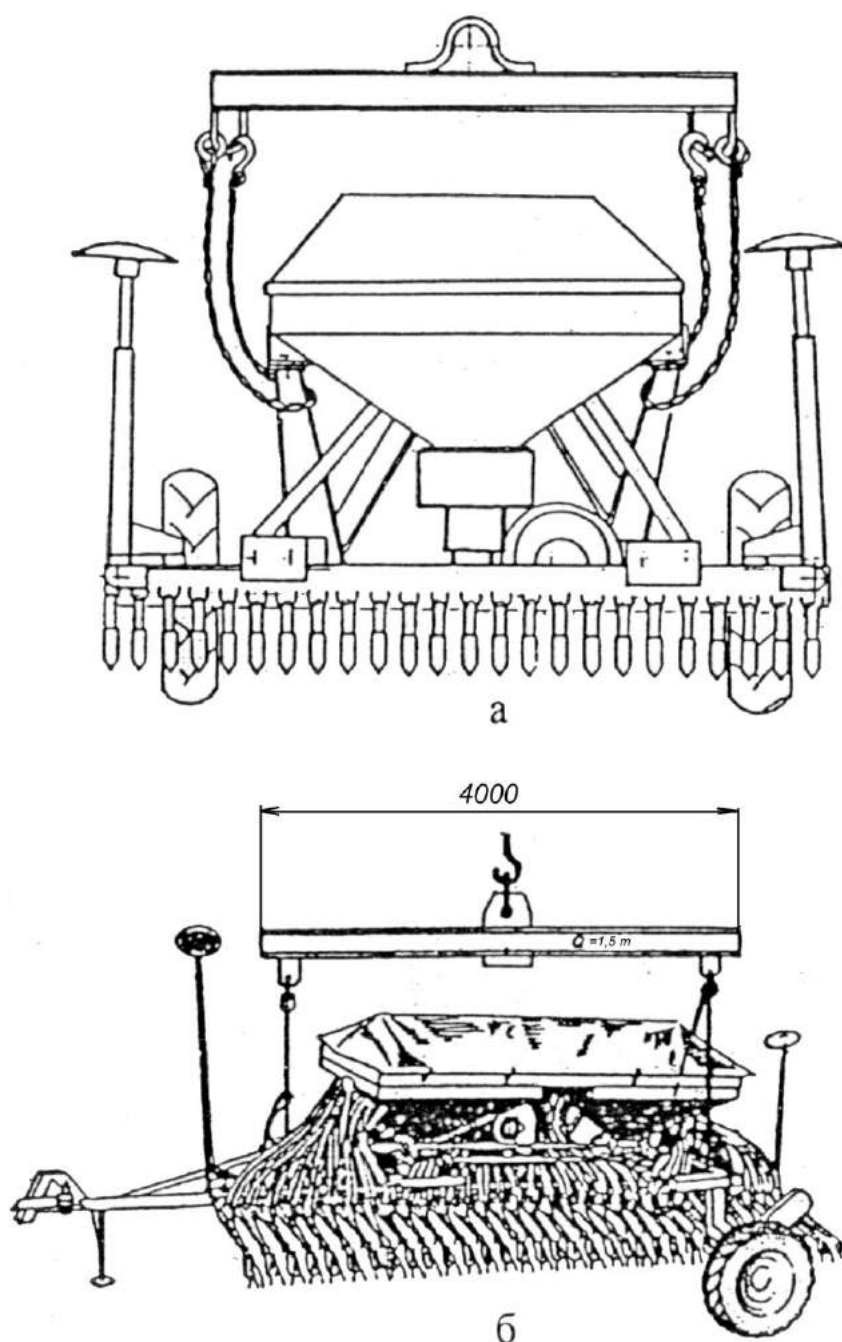

Рис. 22. Места строповки сеялок:
10.4. Погрузку сеялки в автомобильный или железнодорожный транспорт производить только в положении для транспортирования и зачаливать в местах, обозначенных на сеялке, как места строповки (рис.22).